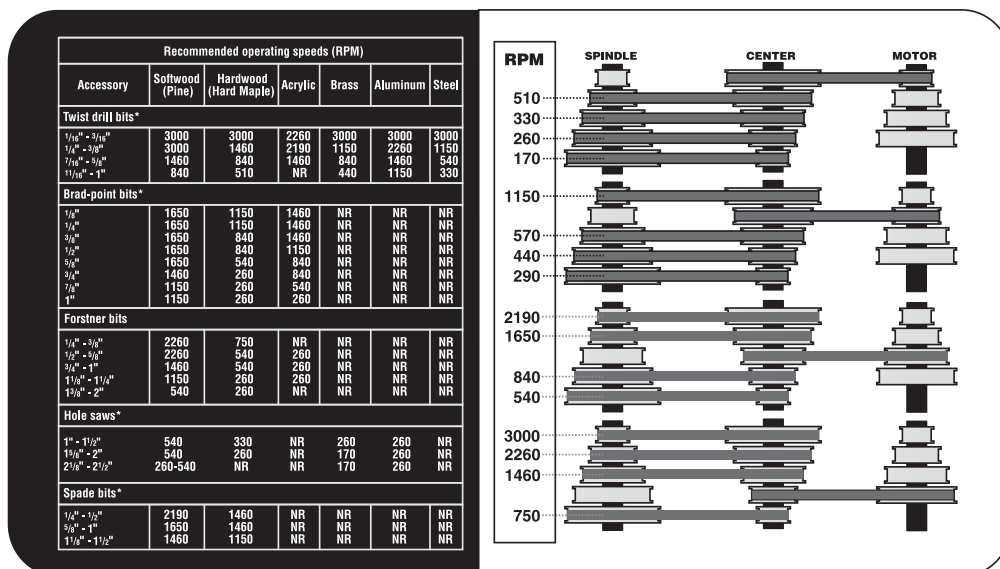

Fig. 38
Il existe seize vitesses de broche sur la perceuse à colonne. La figure 38 illustre les positions de courroie avec leur vitesse correspondante.
3. Choisissez la vitesse appropriée à l'outil que vous utilisez et positionnez les courroies sur les poulies en conséquence. Reportez-vous au tableau (fig. 38) à l'intérieur du couvercle de la tête de la perceuse à colonne.